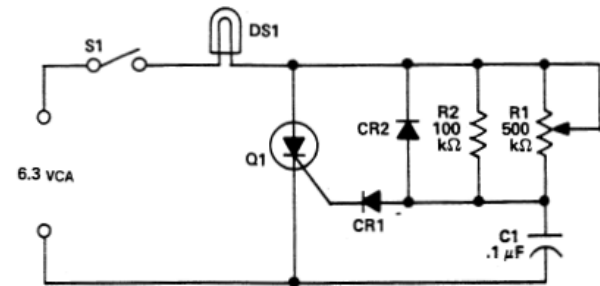

Fig. 4-3
- 2. a) Cambie su circuito como se muestra en la Fig. 4-3. El punto de disparo se controla mediante la constante de tiempo RC de $R1$ y $C1$ en este circuito. $C1$ se carga durante el medio ciclo positivo para disparar el RCS. Se descarga a través de $CR2$ en el medio ciclo negativo, restaurándolo para el siguiente ciclo de carga. Con este circuito se puede variar el retraso de fase en mayor ángulo.